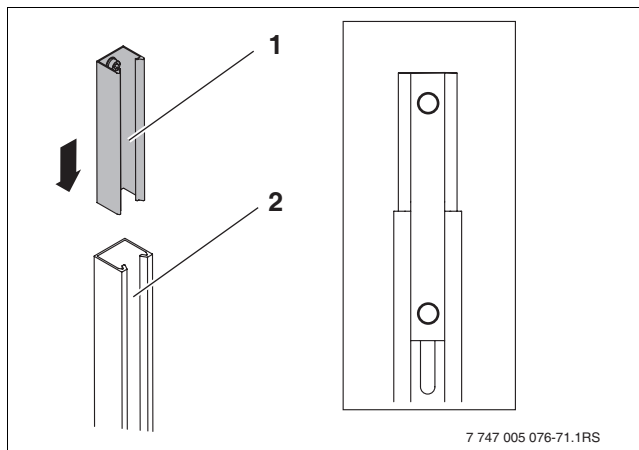

Bild 47 Steckverbinder-TSS in Profilschiene-Kollektor einsetzen
- Steckverbinder-TSS (Bild 47, [1]) in die Profilschiene-Kollektor [2] schieben und mit Schrauben M8x20 und Muttern M8 verschrauben.